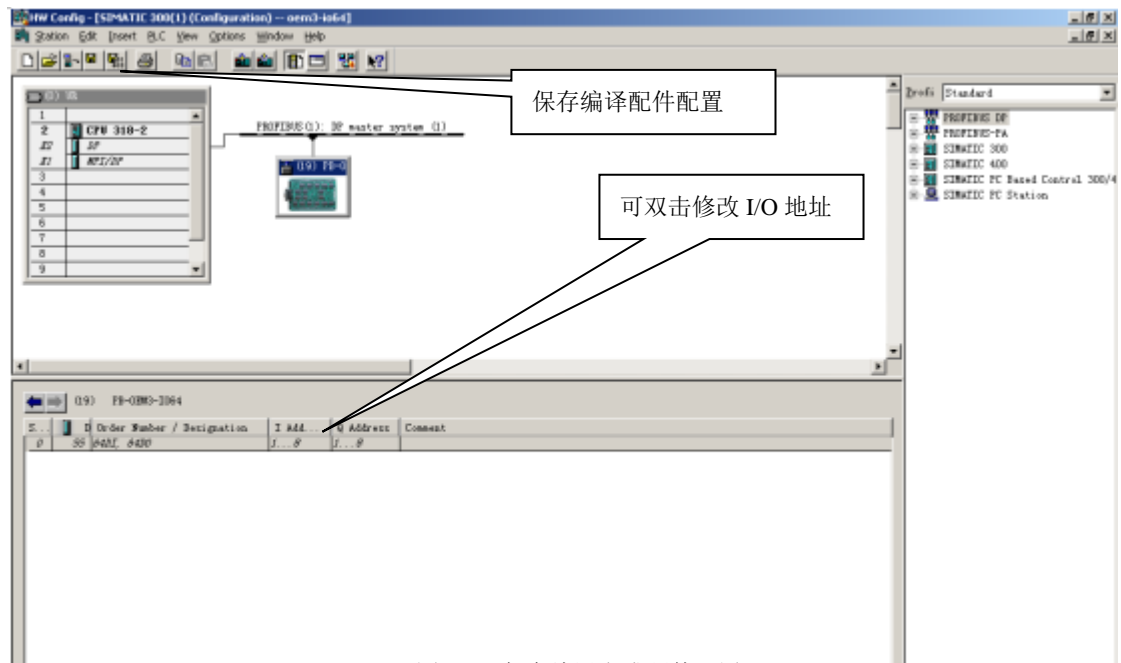

图 4-6 保存编译完成硬件配置
⑤ PB-OEM3-IO64从站地址配置完毕，保存编译，见下图4-6。本例PLC主站给PB-OEM3-IO64分配了I/O地址为I1~I8，Q1~Q8，用户也可根据需要双击64DI，64DO进行修改地址。